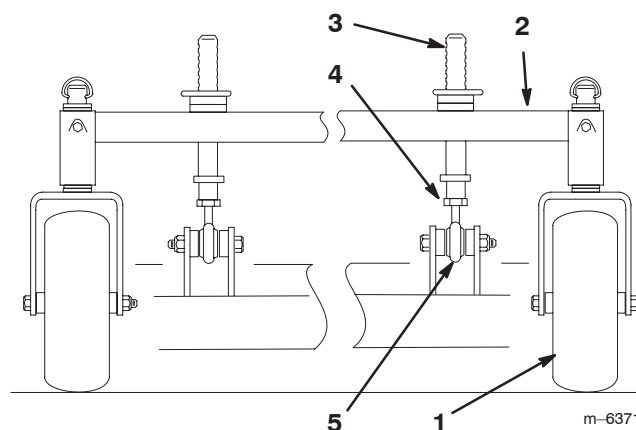

Figure 54
1. Vous pouvez régler les montants de hauteur de coupe avant pour modifier l'inclinaison avant/arrière (Fig. 54).
2. Pour élever l'avant du plateau de coupe, desserrez l'écrou de blocage et tournez la goupille avant dans le sens horaire (Fig. 54).
3. Pour abaisser l'avant du plateau de coupe, desserrez l'écrou de blocage et tournez la goupille avant dans le sens anti-horaire (Fig. 54)